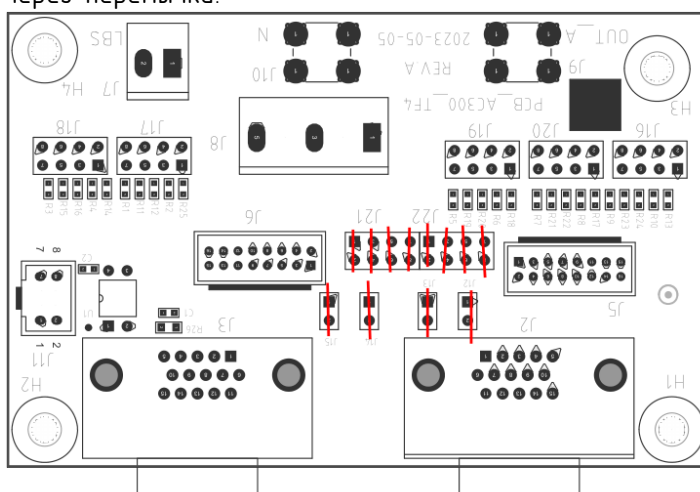

Рисунок 5-7. Плата для параллельного подключения
2. В зависимости от количества параллельно работающих ИБП отличается и состояние соответствующих закороченных контактов на плате, как показано на рис. 5-7.